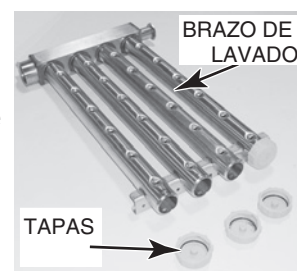

Figura 29
5. Retire los brazos de lavado. Retire también sus tapas (Figura 29) y empuje cualquier obstrucción en la boquilla dentro de los brazos de lavado. Drénelos cuidadosamente en un fregadero. Vuelva a colocar las tapas.